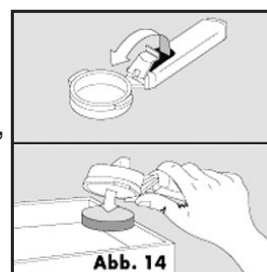

Abb. 14
8. Zum Entfernen des Kaffeesatzes, das Sieb mit dem entsprechenden, im Handgriff eingebauten Hebel sperren, den Siebhalter umdrehen und den Kaffeesatz herausklopfen (Abb.14).